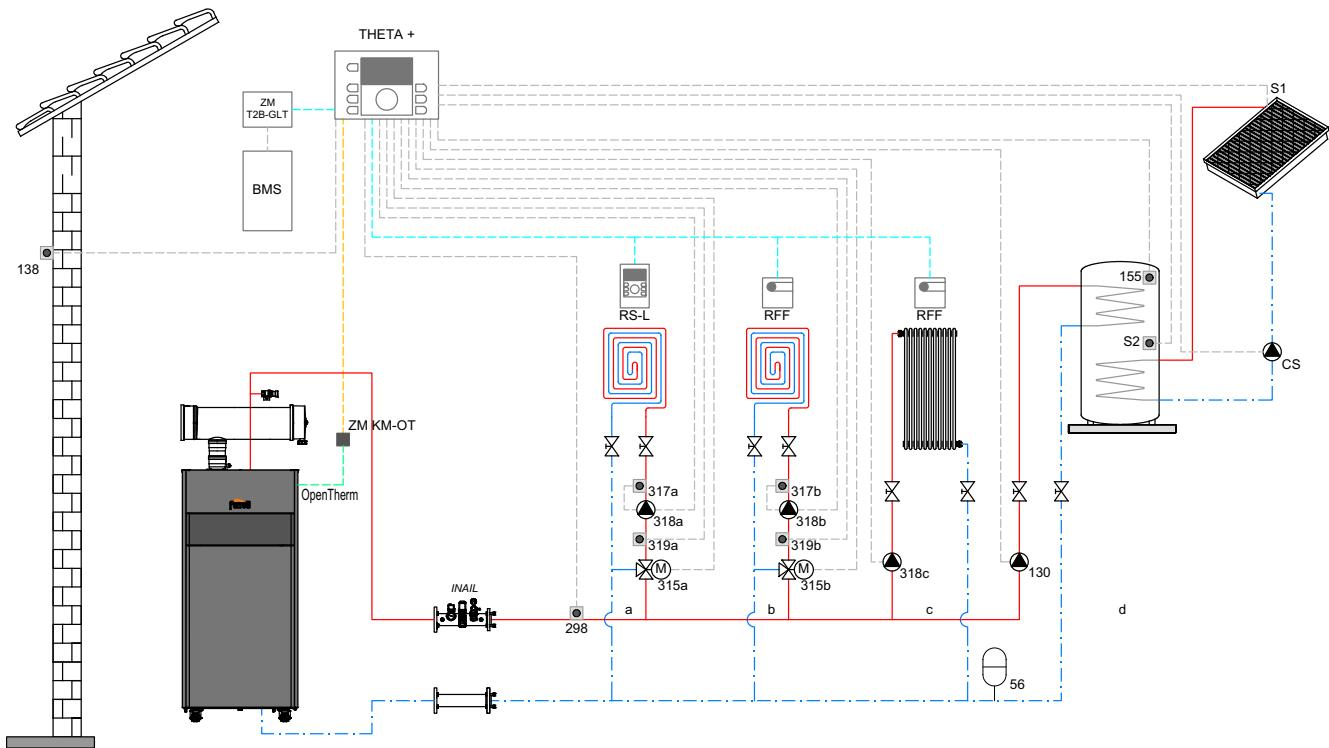
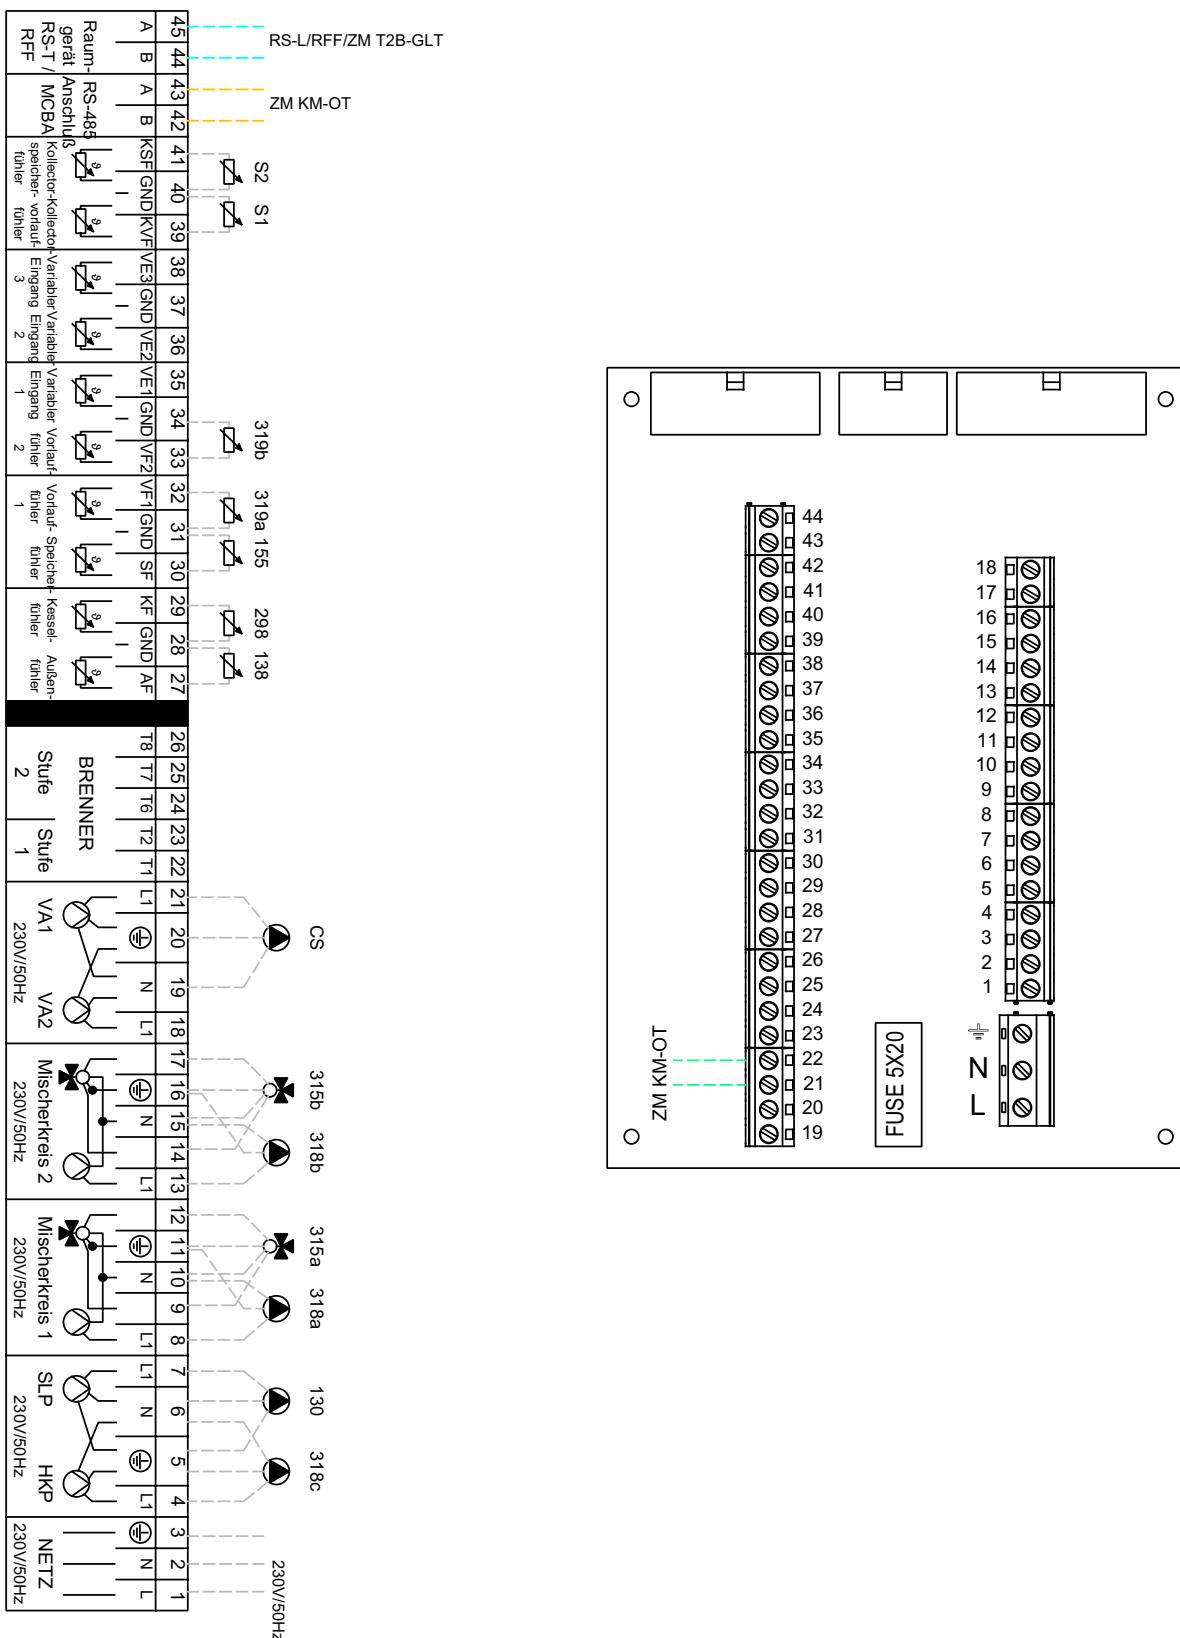

рис. 46
fig. 47
**Спецификация (рис. 46 и рис. 47)**